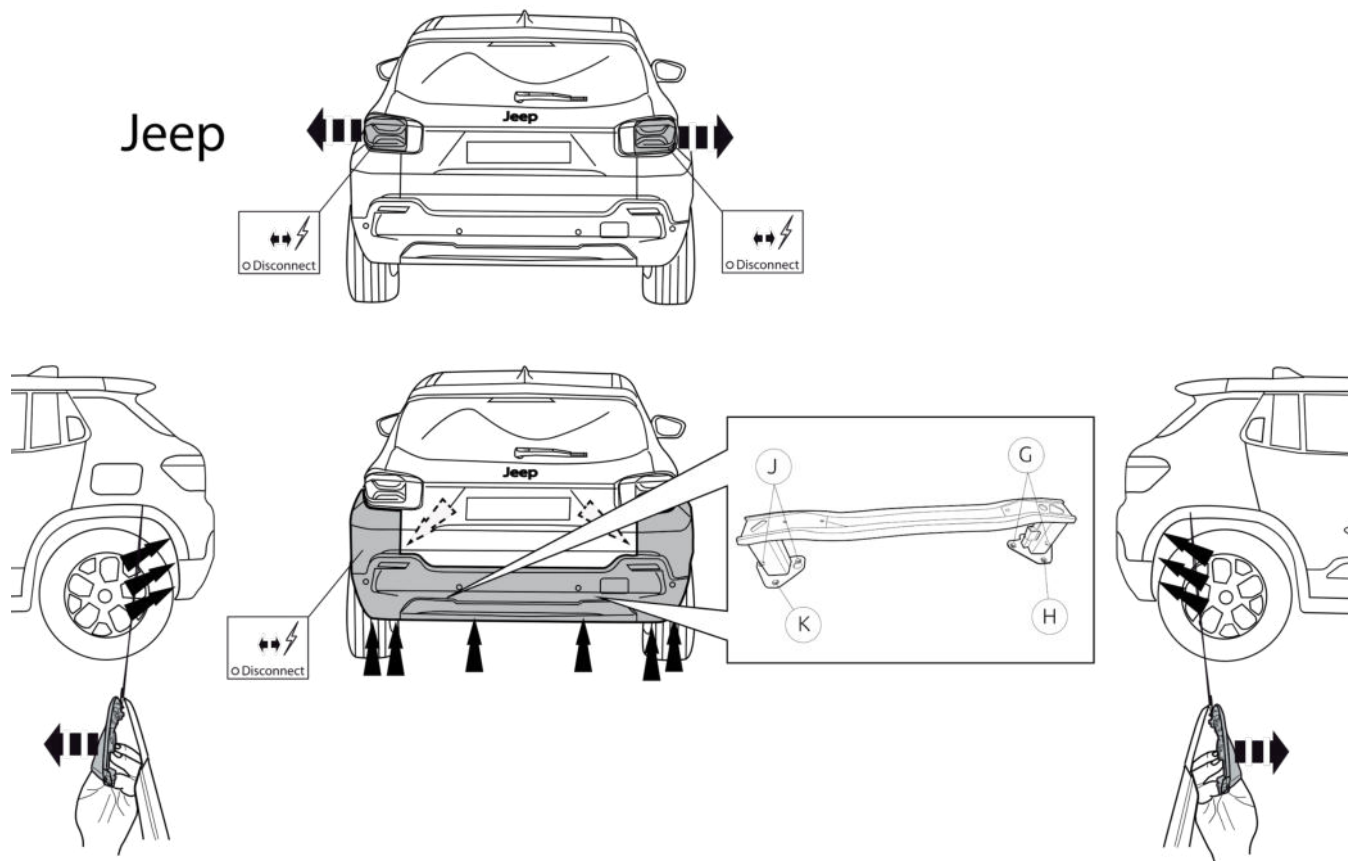

Fig. 1
1. Снять бампер. См. рисунок 1 & 2.